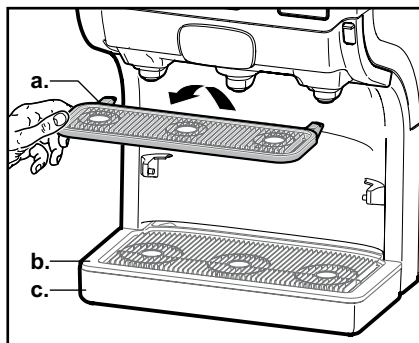

Bild 27
2. Ta bort kopplattformen (a.), droppgallret (b.) och droppskålen (c.) (bild 27).